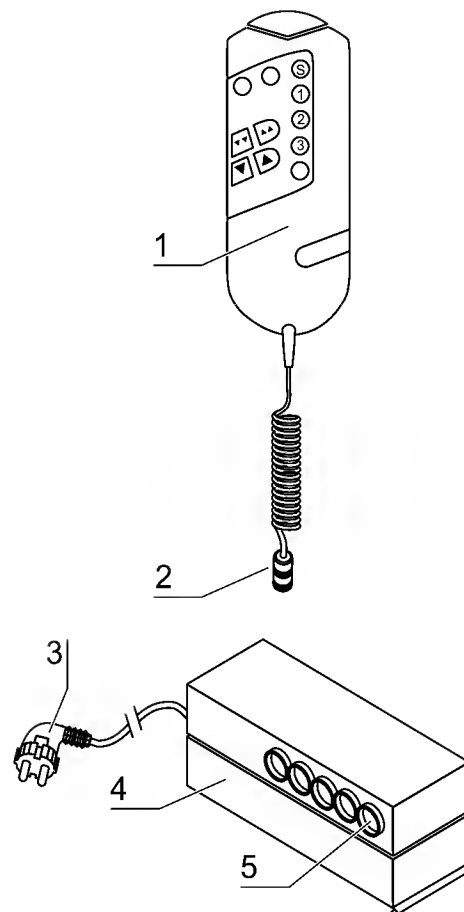

Fig.. 2
**Fig. 2:** O ajuste de altura da estrutura inferior será comandado por controlo remoto. O botão manual [1] do controlo remoto será conectado directamente ao conector de ficha do comando de movimento síncrono e alimentado com energia eléctrica através do cabo de conexão.